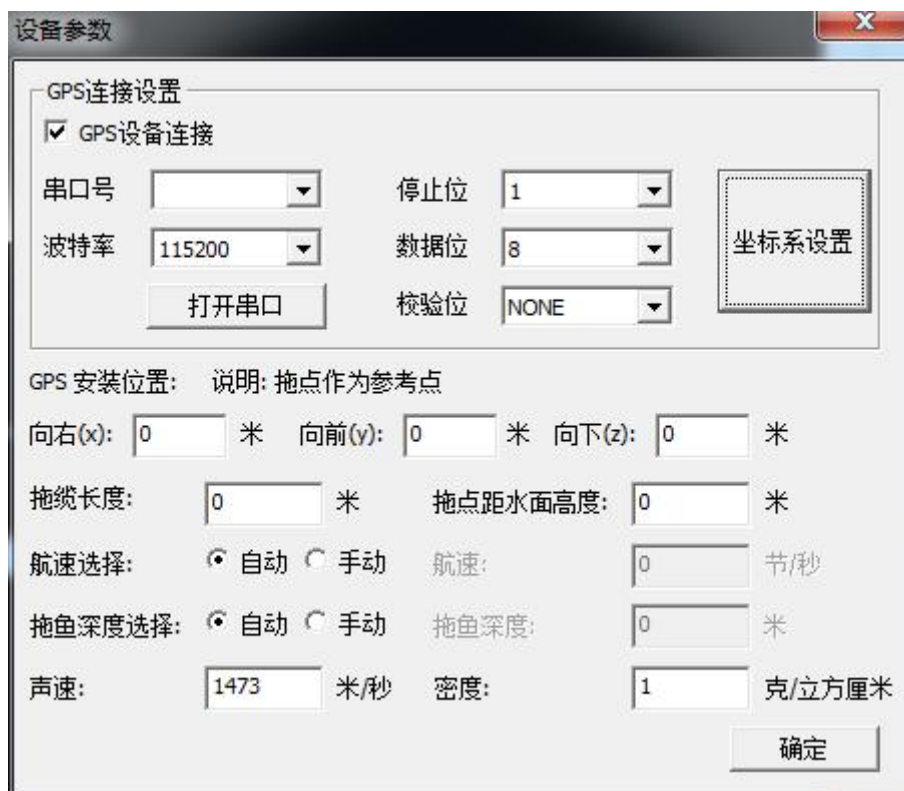

图 6.8 设备参数设置对话框
(4) “设备参数设置”按钮主要系统探测过程中，外部 GPS 接入设置，坐标系设置，GPS 安装位置、拖缆长度、拖点高度、船速、声速等基础工程参数设置，如图 6.8 所示为设备参数设置对话框情况：